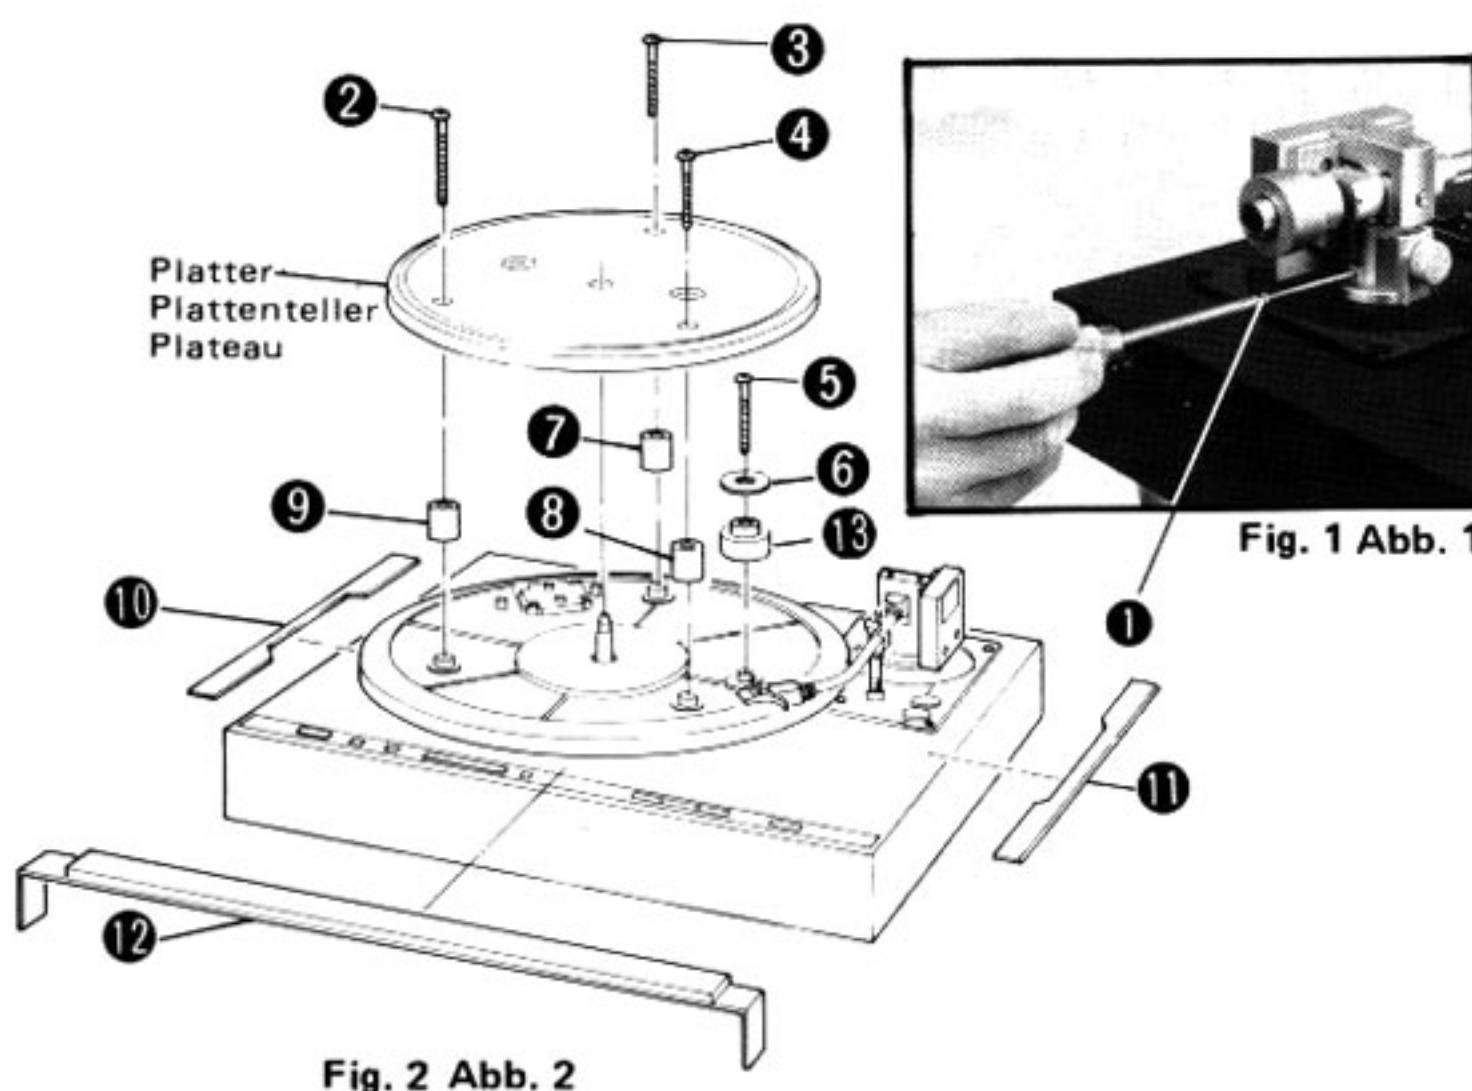

Fig. 1 Abb. 1
1. Unpacking and setting up (Figs. 1, 2, 3)
1. Unscrew 5 shipping screws (1—5) off as shown in Fig. 1 & 2.
1. Auspacken und Montage (Abb. 1, 2, 3)
1. Lösen Sie die 5 Transportschrauben (1 – 5), wie in den Abb. 1 und 2 gezeigt.
1. Dévisser les 5 vis d'emballage (1 – 5) comme il est montré dans les figures 1 & 2.